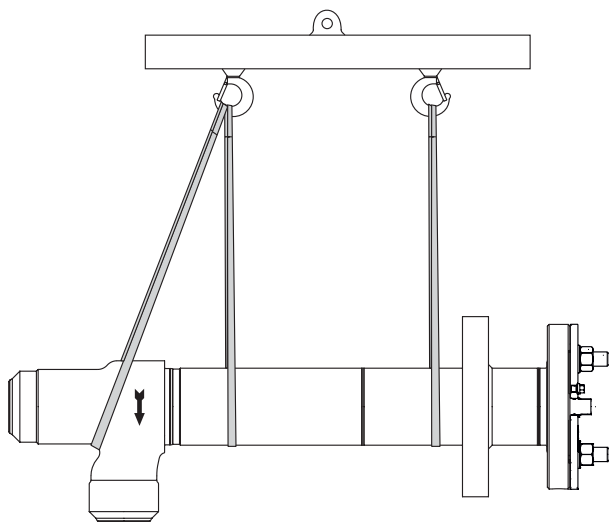

Рис. 4-3: Точки подъема на регулирующем клапане: горизонтальное поднимание с помощью траверсы с установленным транспортировочным кожухом
1. Прикрепите две подъемные стропы к криогенному удлинителю и верхней части клапана или раме, а также к подъемному средству (например, крюку) крана или вилочного погрузчика, см. Рис. 4-3.